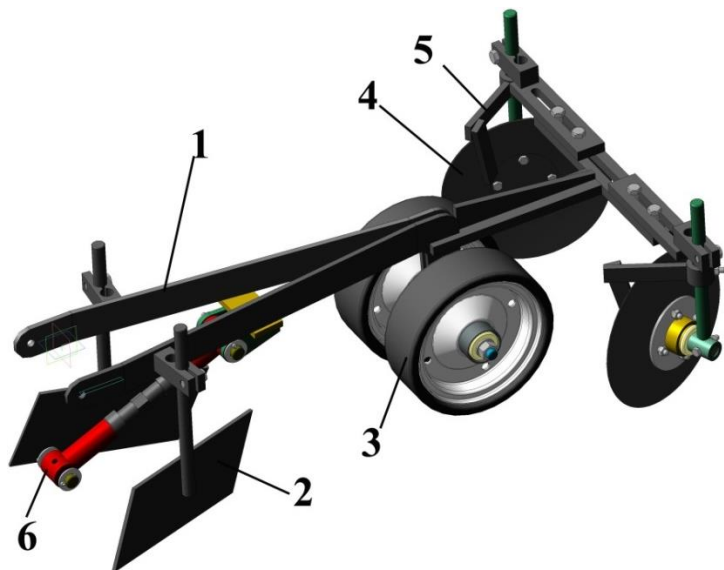

Рисунок 8 – Рамка прикатывающих колёс
3.6 Заделка посадочного материала осуществляется установленными за секцией рамками прикатывающих колес (рис. 8). На рамке 1 прикатывающих колес установлены регулируемые загорточки 2, прикатывающие колёса 3 и дисковые загорточки 4 с чистиками 5. Для регулировки усилия прижатия колёс 3 к почве служит талреп 6.
Глубина заделки определяется положением и углом атаки загортачей 2 и дисков 4 (рис. 8), а также усилием прижатия прикатывающих колёс 3.